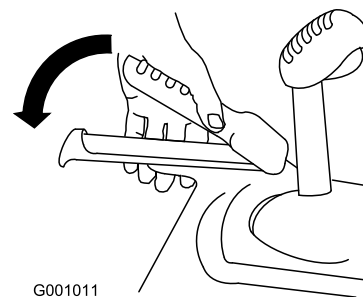

Bild 23
1. Drücken Sie zum Einkuppeln des Fahrtriebs den linken Hebel (Fahrtrieb) zum Handgriff (Bild 23).